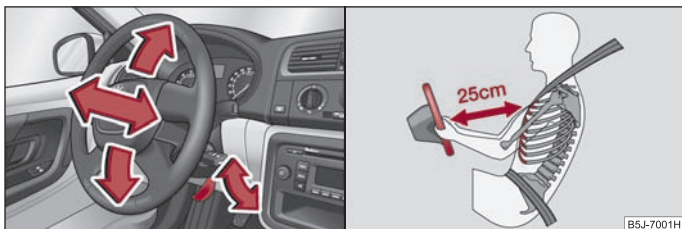

Abb. 94 Verstellbares Lenkrad: Hebel unter der Lenksäule / Sicherer Abstand vom Lenkrad
- Schwenken Sie den Hebel unter dem Lenkrad nach unten ⇒ Abb. 94 - links ⇒ ⚠.
- Der Fahrer muss einen Abstand zum Lenkrad von mindestens 25 cm einhalten ⇒ Abb. 94 - rechts. Wenn Sie den Mindestabstand nicht einhalten, kann Sie das Airbag-System nicht schützen - Lebensgefahr!